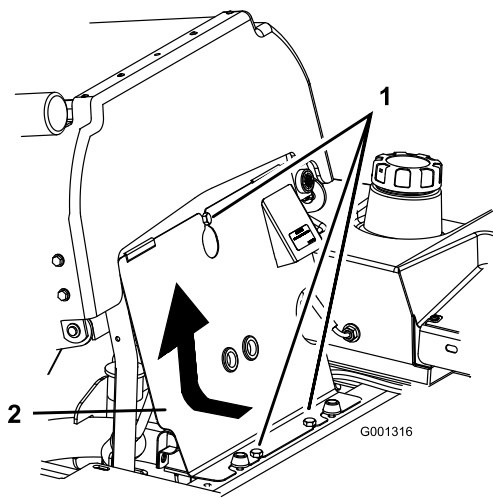

Figura 63
- Inclinare il sedile in avanti, allentare i bulloni e togliere il pannello anteriore del motore (Figura 63).